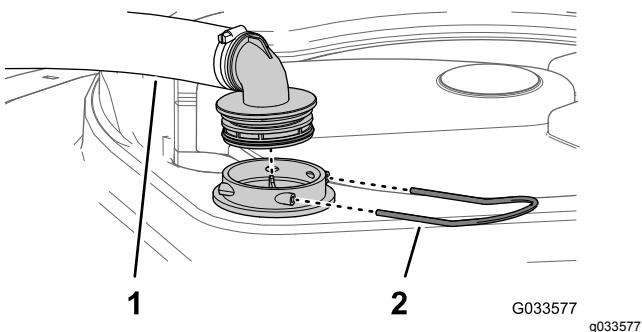

Figura 76
- Sopra al serbatoio dell'irroratrice togliete il fermo che fissa il raccordo del flessibile al flessibile grande e dall'alloggiamento del filtro (Figura 76).
3. Rimuovete il flessibile e il relativo raccordo dall'alloggiamento del filtro (Figura 76).